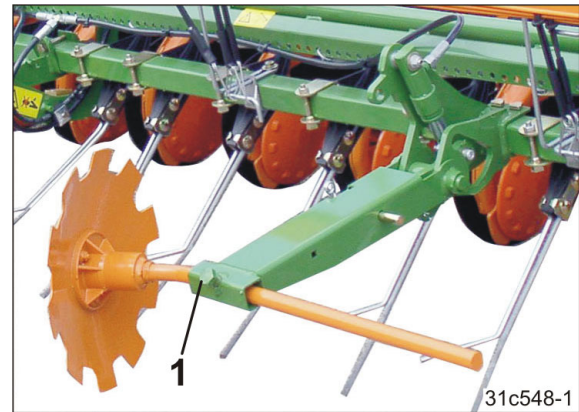

Рис. 212
6. Послабте гвинт (Рис. 212/1).
9. Затягніть гвинт (Рис. 212/1).